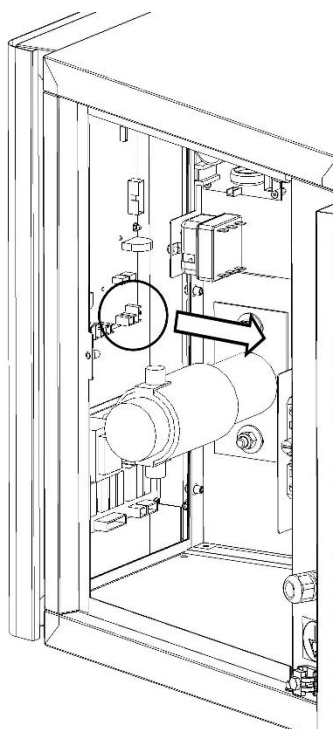

Fig.14A
4. Scollegare le connessioni elettriche alla scheda base (Fig.14A).